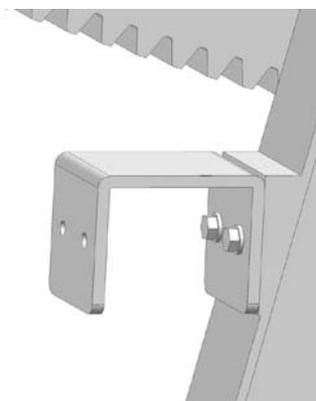

Fig.18 Fissaggio spessore sulla “gamba” della antenna
23. Fissare nella posizione occupata in precedenza dal supporto dello switch lo spessore mediante due viti a testa esagonale M6 L 35 mm con relativi dadi esagonali M6 e rosette piane e grover M6 (Fig.18).